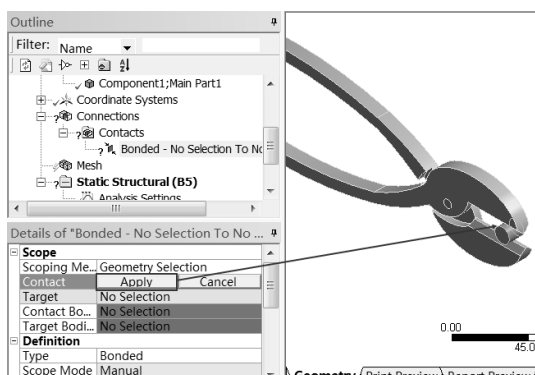

图 13-18 设置接触面 (1)
Step4：选择 component4 实体的外表面，如图 13-18 所示，在 Details of “Bonded” 面